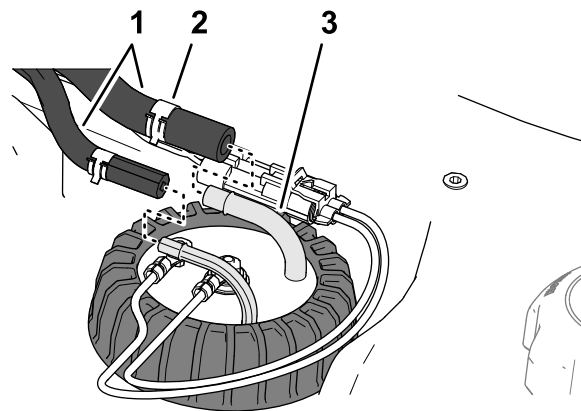

**Figure 87**
3. Débranchez le connecteur à 2 douilles du faisceau du transmetteur de niveau de carburant du connecteur à 2 broches du faisceau de la machine (Figure 87).